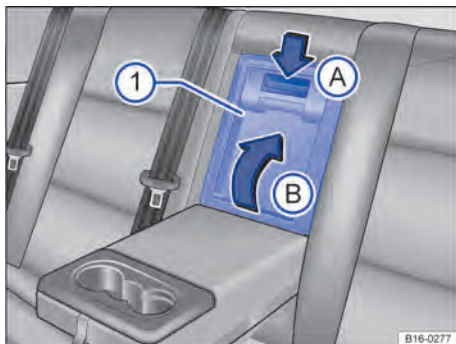

Fig. 111 No encosto do banco traseiro: abrir o dispositivo para transporte de objetos longos.
- Pressionar o botão de destravamento para baixo → Fig. 111 (A) e fechar a tampa do dispositivo para transporte de objetos longos (1) no compartimento de bagagem (B).